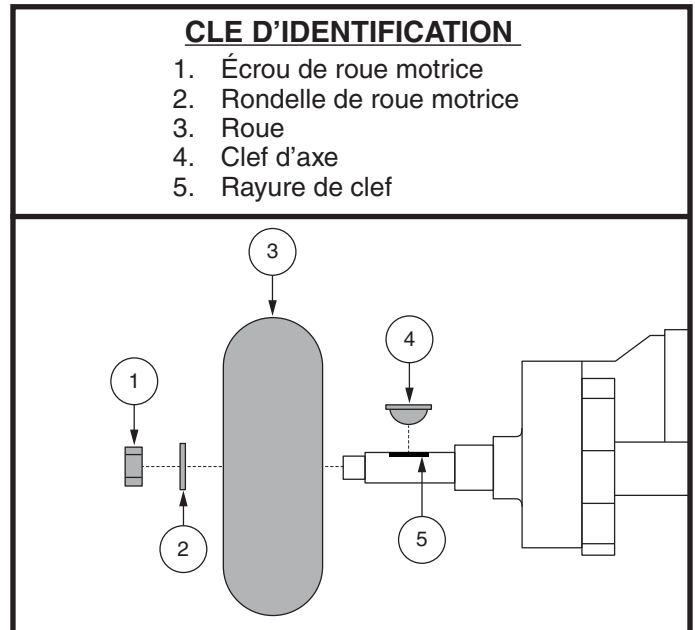

Figure 35. Enlèvement de la roue motrice à âme pleine
3. Enlever le l'écrou et la rondelle de roue motrice sur l'essieu. **Voir la figure 35.**